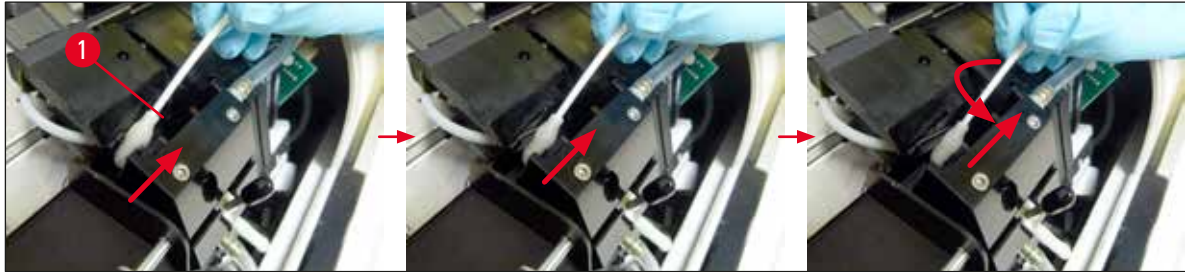

Fig. 56
5. Sæt forsigtigt pinden ind i mellemrummet under printhovedet, og løft den forsigtigt (op på printhovedet) (→ "Fig. 56"). Bevæg pinden fra øverste venstre hjørne til nederste højre hjørne (langs tætningslæben). Drej pinden en smule efter hver bevægelse, så du er sikker på, at du bruger en ren side af pinden til næste bevægelse. Gentag denne procedure, indtil alle rester af tørret blæk er blevet fjernet.